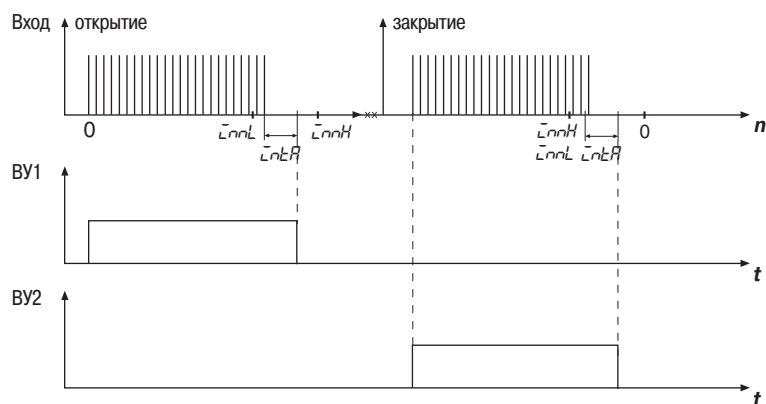

Рис. 7
- значение счетчика находится в интервале, определяемом параметрами  $\bar{L}n\bar{n}L$  и  $\bar{L}n\bar{n}H$  (рис.7).